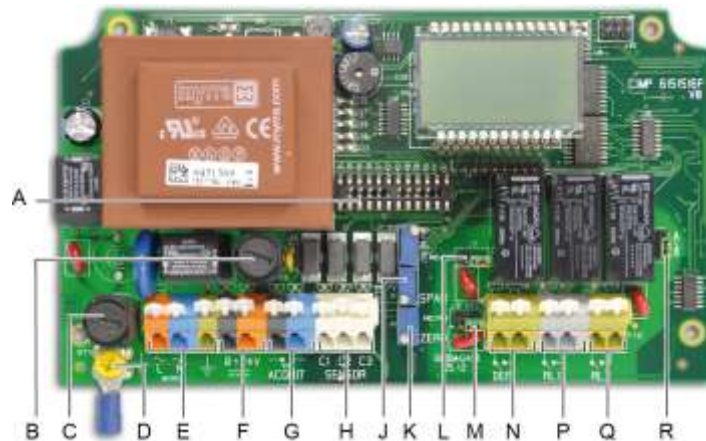

Figure 2 : vue interne.
- Une carte de fond (Figure 2) comprenant tous les éléments du système (alimentation, affichage, relais et connecteurs) ;
La borne de terre (jaune) (Figure 2, rep. D) est repérée par le symbole suivant :
La protection est assurée par le fusible F7 (Figure 2, rep. C). L'alimentation secteur doit être câblée sur les deux bornes marquées L (orange) et N (bleu) (Figure 2, rep. E), comme indiqué sur les exemples de câblage en pages 10 à 12.
L'alimentation 24 VDC est raccordée sur les bornes marquées 0 et +24V (Figure 2, rep. F), comme indiqué sur les exemples de câblage en page 9. Cette entrée est protégée par fusible F8 (Figure 2, rep. B).
Les différents types de capteurs doivent être raccordés sur les bornes C1, C2 et C3 (Figure 2, rep. H) comme indiqué sur les exemples de câblage en page 9.
- Pour chaque famille de capteurs, il existe un circuit de programmation différent (Explo 340 mA ou 4-20 mA) mis en place départ usine (Figure 2, rep. A).
- Une ligne peut être connectée à un maximum de 5 capteurs pour gaz toxiques uniquement de type *OLCT 10*. Dans ce cas, une programmation du circuit (Figure 2, rep. A), réalisée par une personne habilitée, est nécessaire.
Les contacts des relais peuvent être utilisés « normalement ouverts » (NO) ou « normalement fermés » (NC) en déplaçant le cavalier correspondant (Figure 2, rep. M ou R).
Les contacts du relais peuvent être utilisés « normalement ouverts » (NO) ou « normalement fermés » (NC) en déplaçant le cavalier correspondant (Figure 2, rep. L).
Un bouton poussoir pour acquit à distance peut être raccordé à la centrale *MX 15* aux bornes libellées *Acquit* (Figure 2, rep. G) (contacts secs et libres de potentiel) et à une distance maximum de 2 mètres.